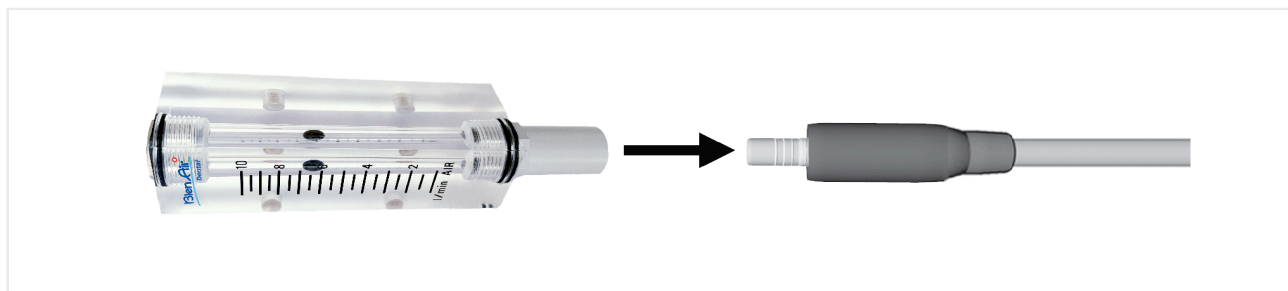

FIG. 5
5. Așezați debitmetrul pe capăt, apoi activați aerul de răcire și măsurați debitul de aer. Valoarea este măsurată în mijlocul bilei debitmetrului, conform standardului JIS B7551 (FIG. 5).